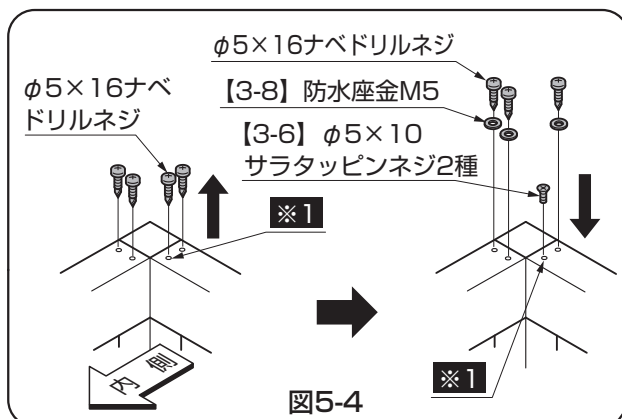
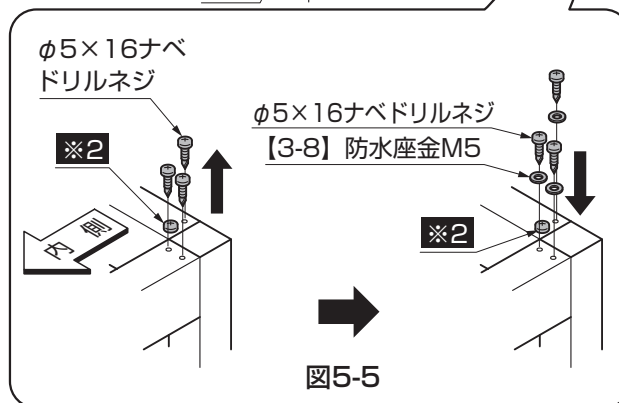

図5-4
図5-5
②フレーム固定ネジ「φ5×16ナベドリルネジ」を取外して※1には【3-6】で固定してください。それ以外の「φ5×16ナベドリルネジ」には【3-8】を取付けて再度フレームに固定してください。※2のネジは外さないでください。(図5-4、図5-5参照)